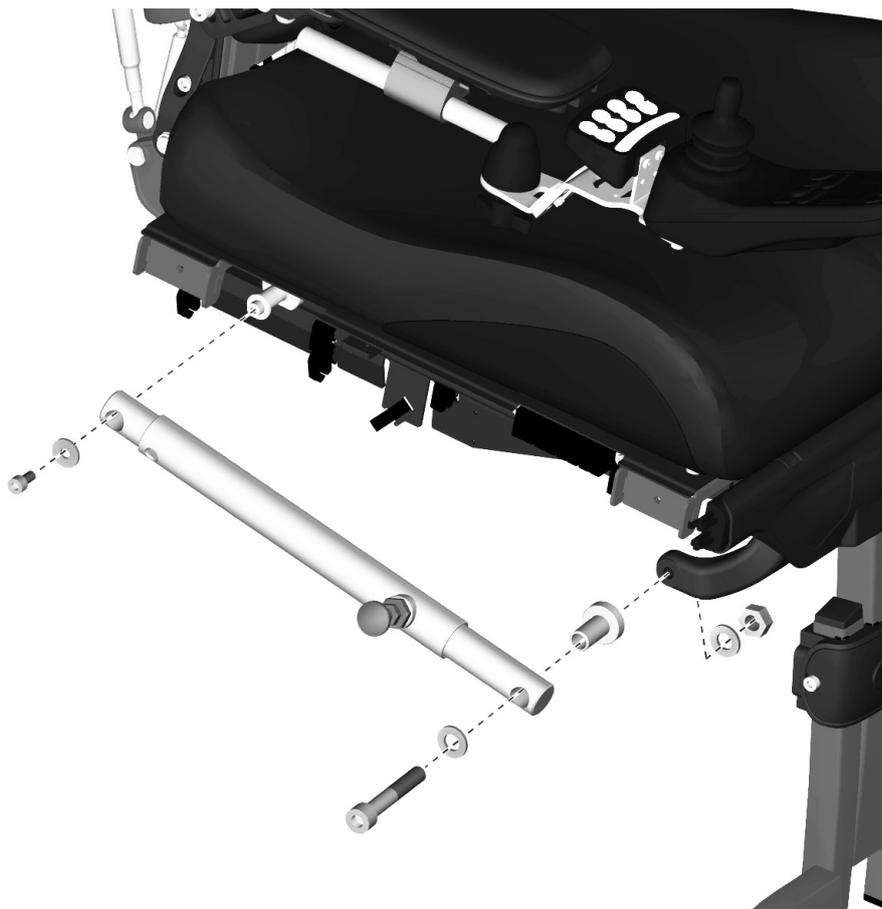

Abbildung 164. Die manuelle Einstellungseinheit der Beinstütze ist mit zwei Schrauben montiert.
3. Gegenmutter an der vorderen Halterung der Einstellungseinheit entfernen. Siehe Abbildung. 164.
4. Manuelle Einstellungseinheit abmontieren. Sie ist mit zwei Schrauben montiert. Siehe Abbildung. 164.
1. Hintere Befestigungsschraube (M6x12) der manuellen Einstellungseinheit mitsamt Scheibe montieren. Siehe Abbildung. 164. Schraube mit einem Drehmomentschlüssel festziehen. **Anziehdrehmoment 9,8 Nm.**
2. Vordere Befestigungsschraube (M10x60) der manuellen Einstellungseinheit mitsamt Distanzstücken und Scheiben montieren. Siehe Abbildung. 164. Schraube mit einem Drehmomentschlüssel festziehen. Anziehdrehmoment 35 Nm.
3. Gegenmutter und Scheibe an der vorderen Halterung der Einstellungseinheit montieren. Siehe Abbildung. 164.